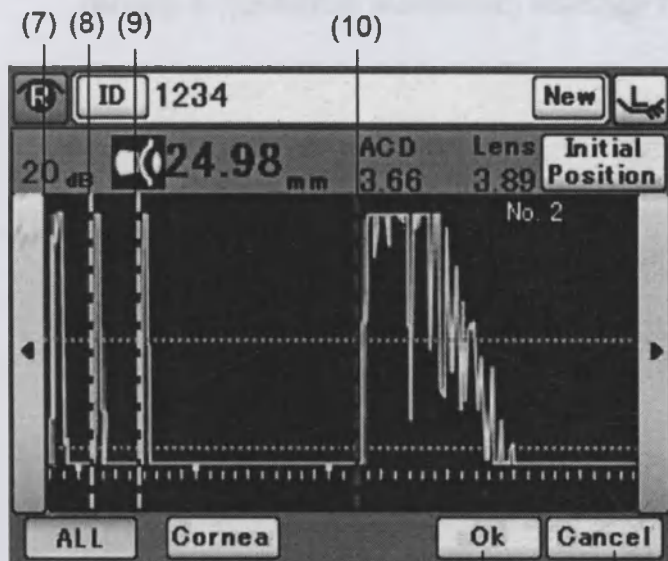

Рис. 3
- 2) На дисплей выводится увеличенная волна в центре активного калипера. Проверьте, чтобы регулируемая линия калипера была активной. Если это не так, коснитесь кнопки "Cornea" (2) для активации линии калипера.
- 3) Для изменения положения линии калипера, коснитесь кнопок перемещения калипера (3). По мере перемещения линии калипера будет изменяться значение результата измерения в поле редактирования (4). Когда положение линии изменено ошибочно, коснитесь кнопки "Initial Position" (5) для возвращения линии калипера в исходное положение.
- 4) Чтобы вернуть обычный масштаб волны (Рис. 3) коснитесь кнопки "ALL" (6).